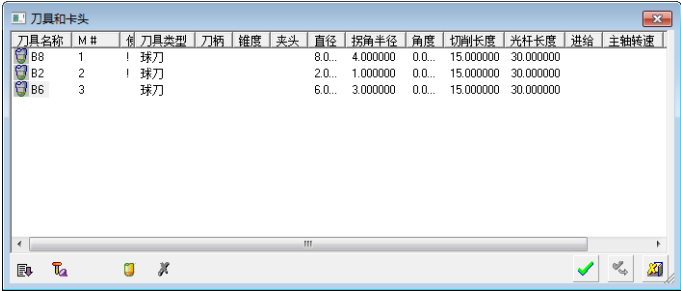

图 5-21 “刀具和卡头”对话框（3）
2) 选择刀具。单击“刀具和夹头”按钮，弹出“刀具和卡头”对话框（3），选择 B6 球刀，如图 5-21 所示。